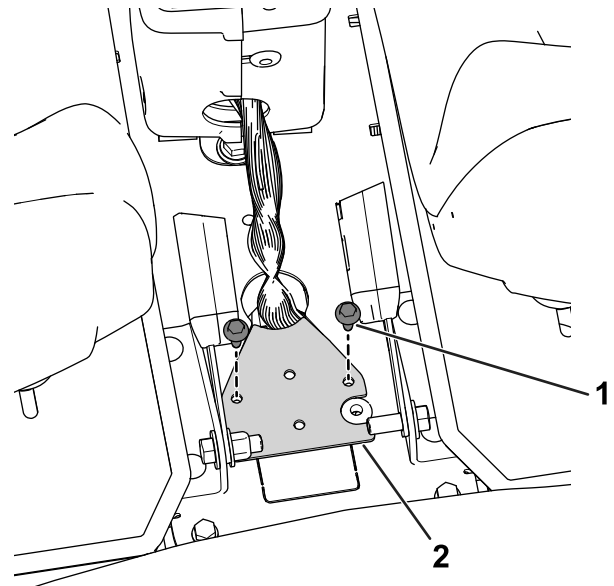

Figure 29
1. Retirez la base du faisceau de la console en desserrant puis en retirant les boulons de fixation (Figure 29).